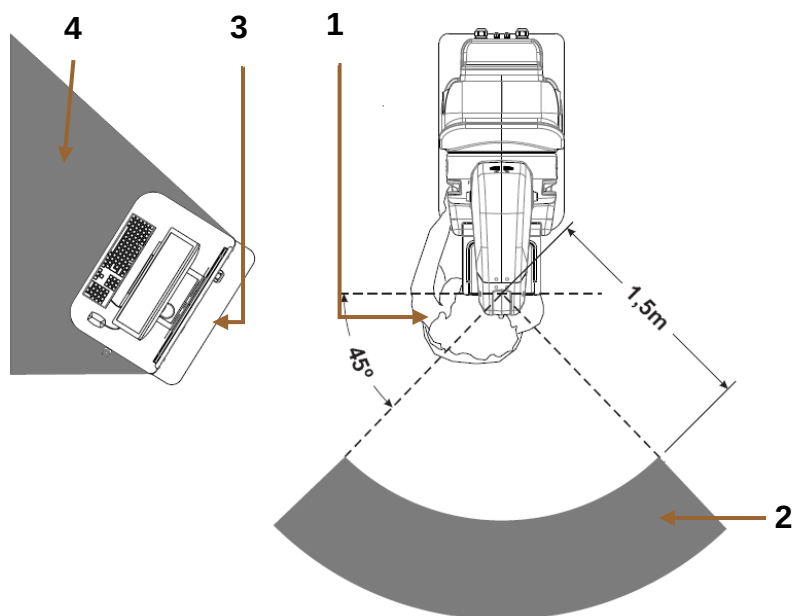

Figura 2 - Áreas Protegidas
O equipamento é especificado para exames que não requerem que o operador ou outra pessoa esteja próximo ao paciente durante a exposição de radiação. Todas as funções de controle para exposição estão disponíveis dentro da zona protegida (item 4 da figura 2). Durante a exposição o operador deve ficar dentro da zona protegida.